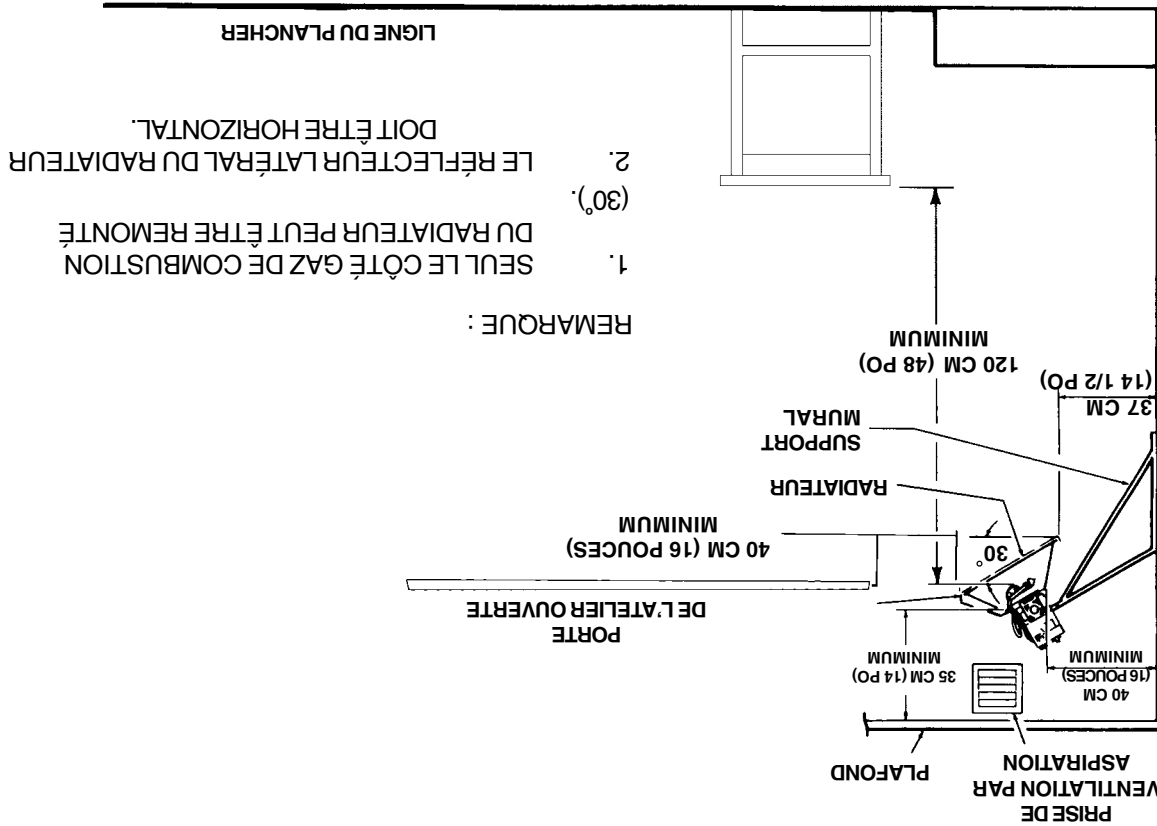

Figure 2. Distances entre l'installation et les surfaces combustibles
- Les distances minimales par rapport aux surfaces combustibles sont illustrées à la figure 2 et dans le tableau 3. Comme il est indiqué à la figure 2, le devant du radiateur est installé à la distance minimale requise des surfaces combustibles et orienté vers l'espace ouvert, et les autres côtés doivent être éloignés d'au moins 40 cm (16 pouces) des surfaces combustibles.
AVERTISSEMENT : Respectez les distances indiquées à la figure 2 ou sur la plaque signalétique du radiateur.
Conserver les écarts indiqués à la figure 2 ou sur la plaque signalétique du radiateur.